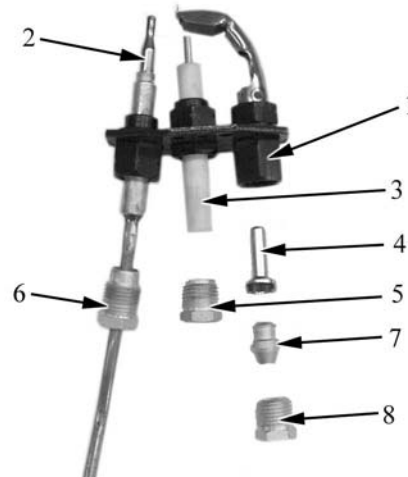

Abb. 17
- einen Schlüssel zu 12 mm auf dem Körper der Zündflamme (pos. 1 *** 'Abb. 17' on page 43 ***) ansetzen, um die eventuelle Torsion auszugleichen;
- mit einem Schlüssel zu 10 mm die Befestigungsmutter der Gasleitung (pos. 8 auf *** 'Abb. 17' on page 43 ***) lösen und dieselben entfernen;
- die Düse (pos. 4 auf *** 'Abb. 17' on page 43 ***) vom Körper des Brenners abziehen und durch die geeignete ersetzen (siehe Tabelle 2: Eigenschaften der Brenner und Düsen“;